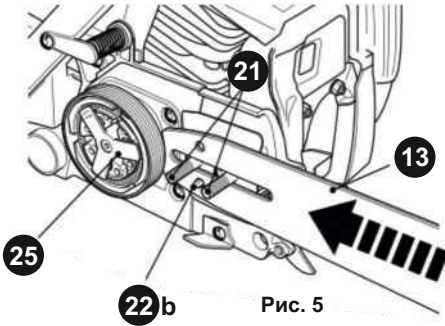

Рис. 5
6. Поместите отверстие шины (13) на два болта (21). Сдвиньте шину цепи (13) влево по направлению к зубчатому колесу (24) (за муфтой (25)). Убедитесь, что стержень регулировки натяжения (22b) вставлен в нижнее отверстие шины (Рис. 5).